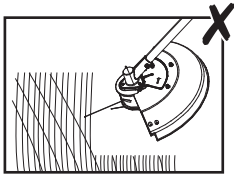
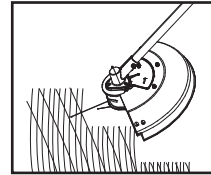

Fig. 22
Fig. 23
6. S'assurer que le dispositif de coupe reste propre et exempt de débris de coupe pouvant le bloquer. Vérifier régulièrement. Relâcher l'interrupteur marche/arrêt (7) et débrancher le produit de l'alimentation électrique avant de procéder à la vérification.
7. Ne pas couper les herbes hautes en une seule fois (Fig. 22). Pour des résultats optimaux, couper les herbes hautes en plusieurs étapes (Fig. 23).